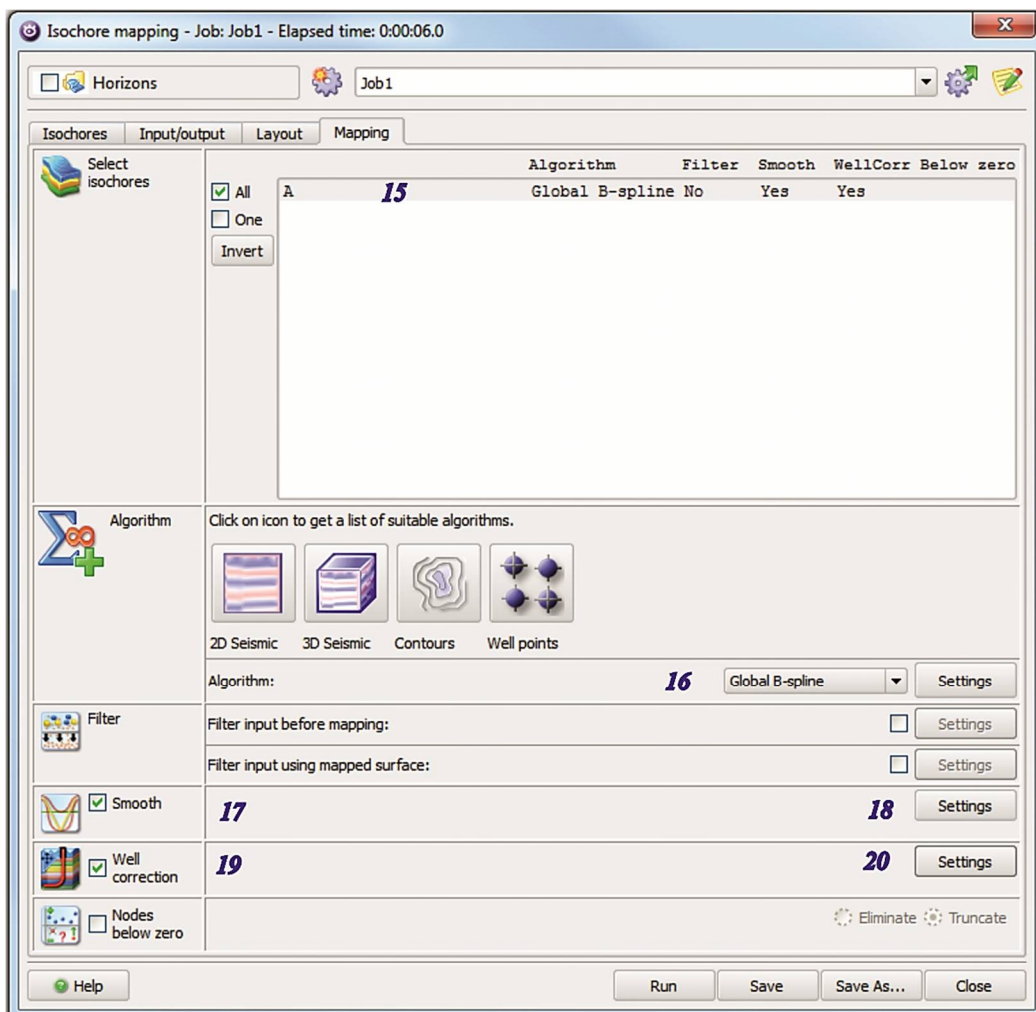

Рисунок 1.37 – Закладка *Mapping*
В закладке *Mapping* (рис. 1.37) выберите пласт *A* (15).